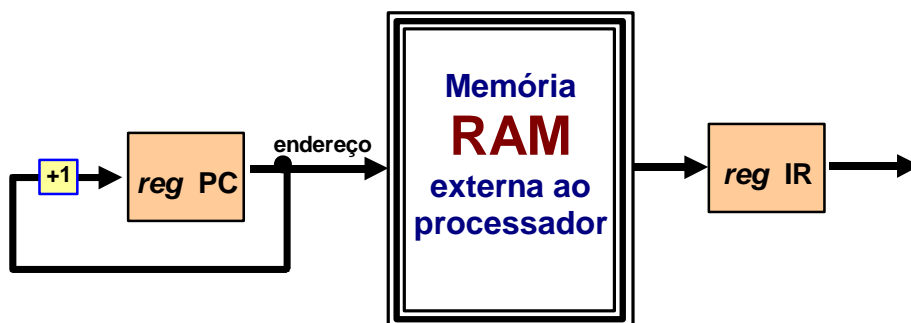

Figura 2 - Hardware para executar a busca.
- A Figura 2 ilustra os componentes de hardware necessários para a execução do ciclo de busca da instrução.